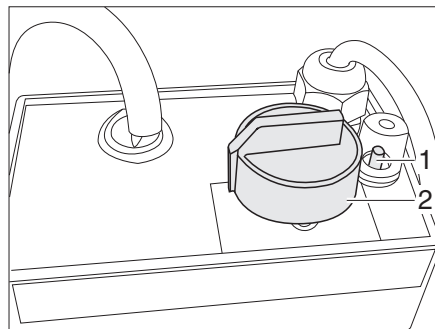

Fig. 111 Régulateur du chauffage électrique du plancher
- Tourner le bouton tournant (Fig. 111,2) sur la température souhaitée.
- Tourner le bouton tournant (Fig. 111,2) sur la position "0".
Quand le régulateur est surchargé, la protection contre les surcharges se déclenche. La goupille (Fig. 111,1) sort de son logement.
- Enfoncer la goupille (Fig. 111,1) de la protection contre les surcharges, une fois que le régulateur est refroidi.